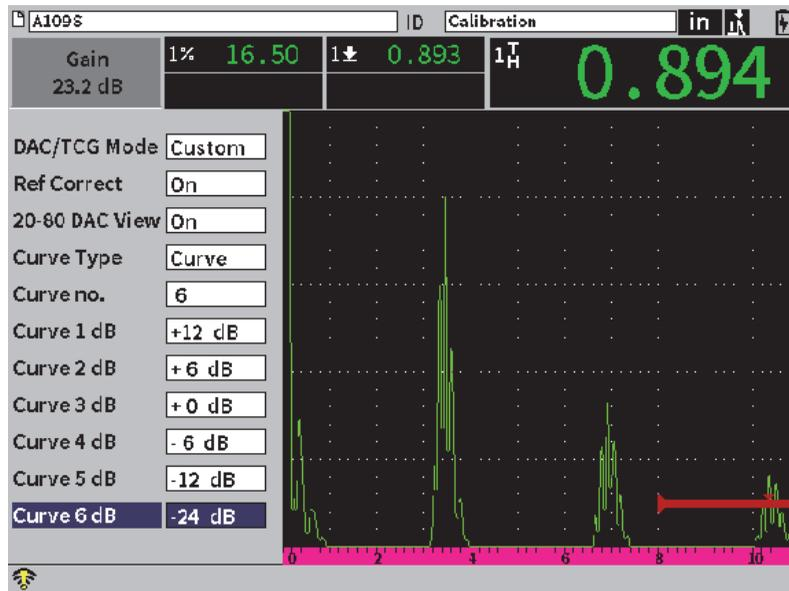

図 11-17 カスタム DAC セットアップ
4. メインカーブの他に使用する**カーブ No.** を選択します（193 ページの図 11-17 参照）。